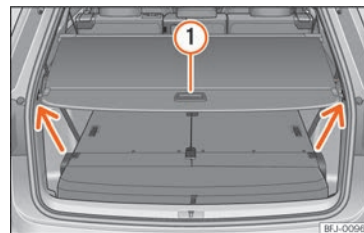

Abb. 119 Im Gepäckraum: Gepäckraumabdeckung geschlossen.
- Abdeckung am Griff » Abb. 119 ① etwas nach hinten ziehen und nach oben aus der »